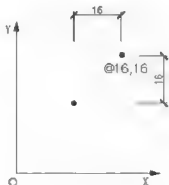

图 2.55 相对直角坐标
(2) 相对直角坐标: 表示相对于前一点的坐标值。相对直角坐标的输入方法为“@X, Y”, 如输入“@16, 16”, 结果如图 2.55 所示。